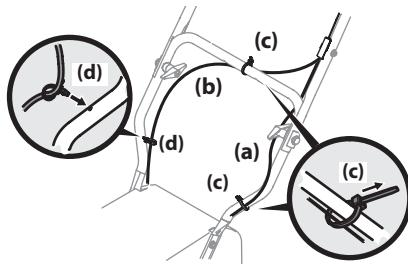

Figura 2-10
**NOTA:** El recorrido del cable de la barrena (a) pasa por debajo de la barra de control inferior izquierda y el cable de transmisión (b) pasa a través de la parte superior de la barra de control inferior y por debajo del lado derecho de la misma. Consulte la Figura 2-10.
6. Se utilizaron dos precintos (c) para sujetar los cables de control a la barra de control inferior sin ajustarlos, incluido el precinto (c) que se reubicó en el paso 3. También se incluye un sujetador de empuje (d) en el cable de transmisión inferior (b). Ubique ahora los precintos (c), como en la Figura 2-10, y ajuste para sujetar los cables (a y b) a la barra de control inferior. Recorte el material excedente de los precintos (c). Si aún no se colocó, empuje el sujetador (d) del cable de transmisión (b) dentro del orificio en la barra de control suministrada como se indica en el recuadro izquierdo.